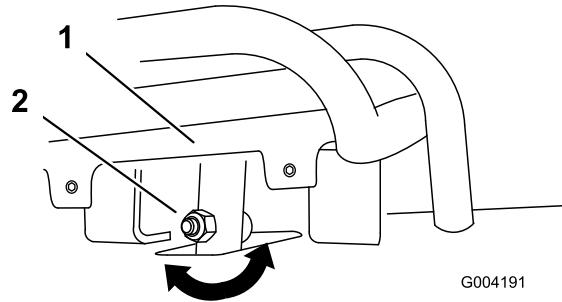
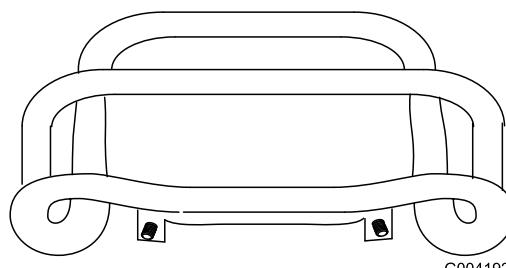

Figura 53
Figura 54
4. Si la parte delantera del control de tracción no queda ensenada con y paralela a la barra de referencia, afloje la tuerca y el perno del tubo del control de tracción (Figura 53).
5. Ajuste el control de tracción hasta que quede ensenada con la barra de referencia al tirar del mismo hacia atrás del todo (Figura 53 y Figura 54).
- C. Afloje la tuerca con arandela prensada y el perno del tubo del control de tracción (Figura 53).
- I. Ajuste el control de tracción hasta que quede enrascado con la barra de referencia al tirar del mismo hacia atrás del todo (Figura 53 y Figura 54).